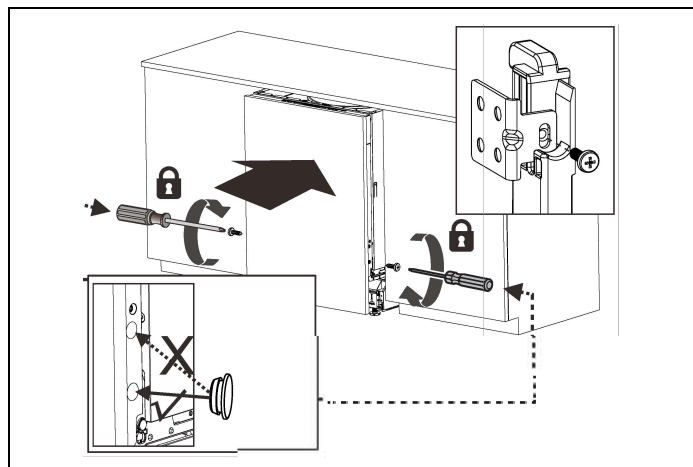

Fig. 18
- 3) Dopo aver posizionato il pannello, fissare lo sportello personalizzato allo sportello esterno della lavastoviglie con le viti e i bulloni in dotazione Fig. 18 .